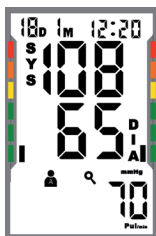

Abb. 8
- Der letzte gemessene Wert wird im Display angezeigt (s. Abb. 8). Mit den Pfeiltasten können Sie nun in chronologisch absteigender Reihenfolge durch die gemessenen Werte blättern. Datum und Uhrzeit der Messung werden dabei automatisch angezeigt. An den Seiten des Displays sehen Sie außerdem, in welchem Bereich sich der gemessene Wert befindet („Bi-Klassifizierungs Skala“).